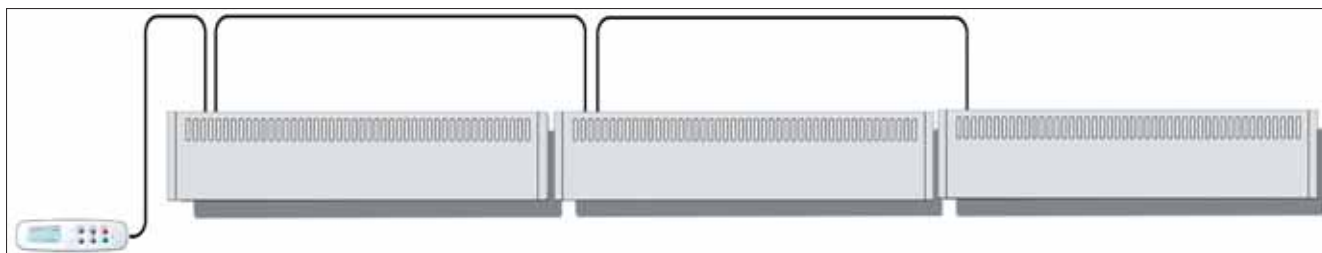

Рис. 63. Подключение нескольких завес серий С, Т, НР, PHV
Для подключения двух и более воздушных завес по принципу «ведущая/ведомая» их необходимо объединить соответствующим соединительным кабелем (RJ), подключив его от ведущей к ведомой. Удлинитель (3 м) RJ заказываются отдельно. Завесы должны объединяться в соответствии с приведенной ниже схемой (см. рис. 63). Разрешается объединять не более восьми завес. Для присвоения завесам статуса «ведущий/ведомый» каждая завеса должна иметь индивидуальное гнездо питания.